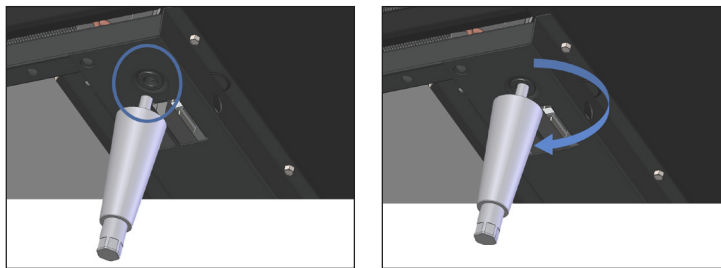

Fig. 3. Localice el orificio roscado en el riel.
1. Acceda a la parte inferior del gabinete y enrosque los pies de nivelación en el riel. Véanse las figs. 3 y 4.